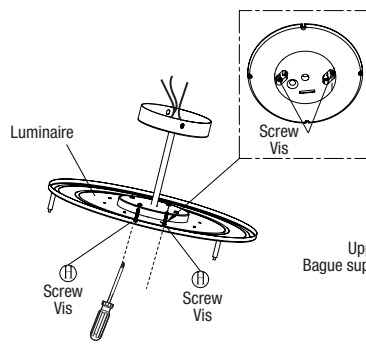

Fig. 5b
5. Place the decorative cover E on the luminaire, passing the two screws H through the keyholes. Turn the decorative cover E until the screws lock the luminaire in place. Tighten the two H screws as shown in Fig. 5b.
5. Placer le couvercle décoratif E sur le luminaire en faisant passer les deux vis H par les trous de serrure. Tourner le couvercle décoratif E jusqu'à ce que les vis bloquent le luminaire en place. Serrer les deux vis H comme indiqué sur la Fig. 5b.